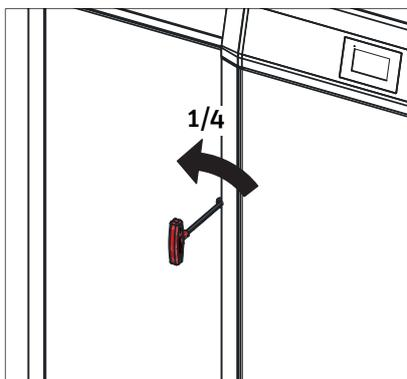

Fig. 62 Ouverture de la porte du revêtement à l'aide d'une clé à six pans creux
- ▶ Ouvrir les portes de jaquette avec la clé à pipe – Fig. 62.